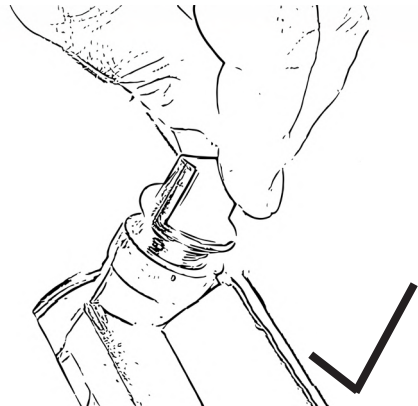

Abbildung 8
- Schrauben Sie die Öleinfüllstopfen mit verbundenen Messstab heraus, Abb. 8.